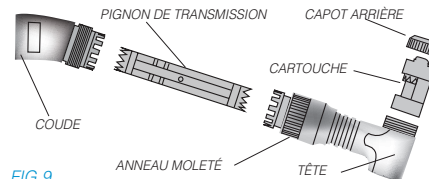

FIG. 9
- REMARQUE : Retirez le pignon de transmission avant de retirer la cartouche de la tête (Fig. 9).